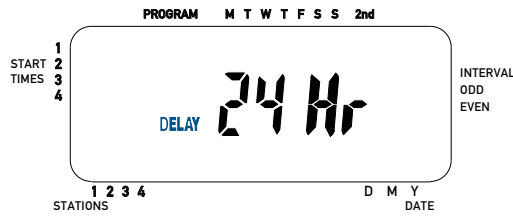

Figure 8: Affichage ACL indiquant le Délai pluie
2. Appuyez sur le bouton RAIN DELAY \(DÉLAI PLUIE\) pour différer automatiquement l'arrosage de 24 heures. [Voir figure 8]